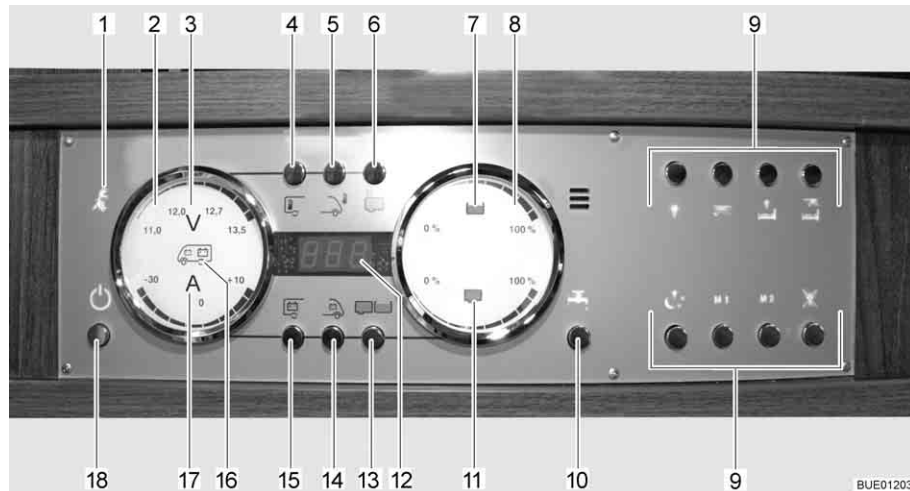

Fig. 136 Pannello di controllo LT 510
La spia di controllo a 230 V (Fig. 136,1) si accende quando all'ingresso della centralina elettrica è presente una tensione di rete.
L'interruttore principale a 12 V (Fig. 136,18) inserisce o disinserisce il pannello di controllo e l'alimentazione a 12 V dell'abitacolo.
- Premere brevemente il tasto dell'alimentazione a 12 V (Fig. 136,18). L'alimentazione a 12 V dell'abitacolo è inserita. L'indicatore di controllo "12 V" si accende.
- ▷ Se dopo l'accensione il LED "11,0" dell'indicazione dei Volt nonché il simbolo dei Volt "V" (Fig. 136,3) nell'indicatore delle batterie (Fig. 136,2) lampeggiano, significa che la tensione della batteria dell'abitacolo è insufficiente. Caricare la batteria.
- ▷ Se dopo l'accensione l'indicatore di controllo "12 V" e il simbolo dei Volt "V" (Fig. 136,3) lampeggiano tre volte, significa che la separazione della batteria è attivata. Disattivare la separazione della batteria.
- Premere brevemente il tasto dell'alimentazione a 12 V (Fig. 136,18). L'alimentazione a 12 V dell'abitacolo è disinserita. L'indicatore di controllo "Alimentazione a 12 V" si spegne.
- Premere il tasto della batteria dell'abitacolo (Fig. 136,15) e tenerlo premuto per ca. 10 secondi. Il simbolo dei Volt "V" (Fig. 136,3) e l'indicatore di controllo "12 V" lampeggiano tre volte. La batteria dell'abitacolo è separata dalla rete di bordo da 12 V.
- Premere il tasto "Alimentazione a 12 V" (Fig. 136,18) e tenerlo premuto per ca. 5 secondi. Il simbolo dei Volt "V" (Fig. 136,3) e l'indicatore di controllo "12 V" lampeggiano tre volte. La batteria dell'abitacolo è collegata alla rete di bordo a 12 V. L'indicatore di controllo si accende dopo ca. 5 secondi.
- Premere il tasto della batteria dell'abitacolo (Fig. 136,15). Il simbolo dei Volt "V" (Fig. 136,3) si accende. Il simbolo degli Ampere "A" (Fig. 136,17) diventa bianco o rosso a seconda del caricamento o dello scaricamento. La tensione della batteria e la corrente della batteria dell'abitacolo vengono indicate attraverso i LED nell'indicatore.
- Premere il tasto della batteria di avviamento (Fig. 136,14). Il simbolo dei Volt "V" (Fig. 136,3) si accende. La tensione della batteria della batteria di avviamento viene indicata attraverso i LED nell'indicatore.
- Premere il tasto dei serbatoi (Fig. 136,13). I simboli del serbatoio dell'acqua (Fig. 136,7) e del serbatoio delle acque grigie (Fig. 136,11) si accendono. I livelli di riempimento del serbatoio dell'acqua (scala superiore) e del serbatoio delle acque grigie (scala inferiore) sono indicati dai LED nell'indicatore.
Il simbolo del serbatoio dell'acqua (Fig. 136,7) o il simbolo del serbatoio delle acque grigie (Fig. 136,11) lampeggia se il serbatoio dell'acqua è vuoto o il serbatoio delle acque grigie è pieno.
Attraverso l'indicatore digitale (Fig. 136,12) è possibile visualizzare la temperatura interna e la temperatura esterna.